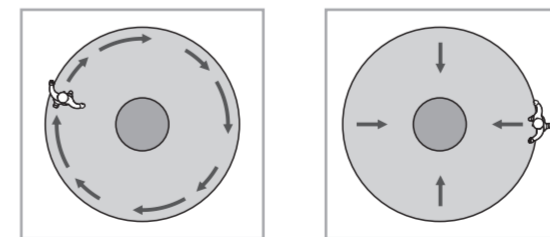

FIG.19
- 5.3.4 Gå snabbt förbi eller emot detekteringsområdet utifrån tills lysdioden och lasten tillkopplas i 2s (se FIG.19).